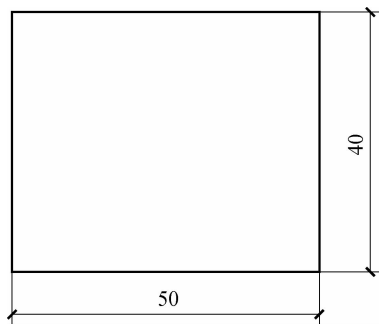

图 3-9 指定长度、宽度绘制矩形
(4) 厚度(T): 用来设置矩形的厚度, 一般用于三维绘图。
(5) 宽度(W): 用来设置绘制矩形的线宽。
(6) 面积(A): 用户可以按指定的面积确定矩形的长与宽。
(7) 尺寸(D): 用户可以通过指定矩形的长度、宽度来绘制矩形。例如, 绘制如图 3-9 所示的矩形。